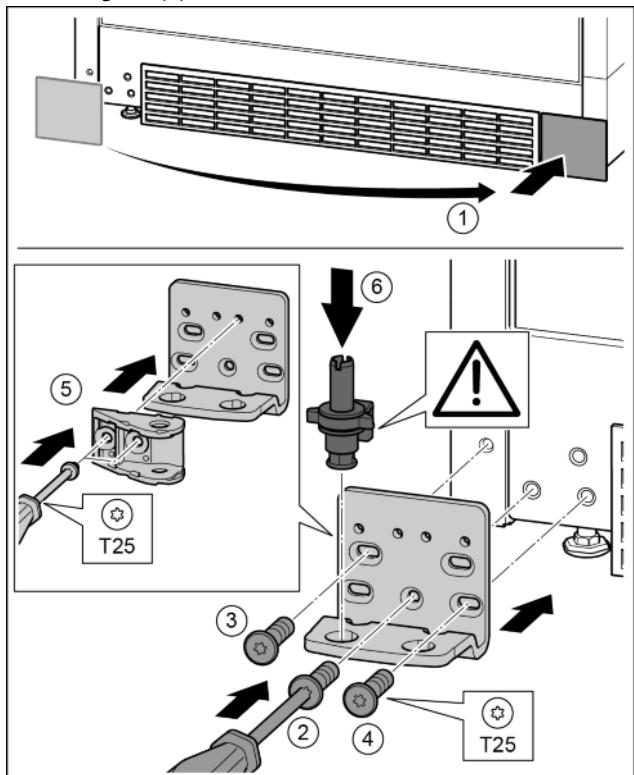

Fig. 31
- Снять крышку и поставить с другой стороны. Fig. 31 (1)
► Установить опорный кронштейн с другой стороны и прикрутить с помощью отвертки T25. Начинать с винта 2 в центре. Fig. 31 (2)
► Затянуть винты 3 и 4. Fig. 31 (3, 4)
► Повернуть соединительный элемент амортизатора закрывания дверей на 180°. Прикрутить с другой стороны опорного кронштейна с помощью отвертки T25. Fig. 31 (5)
► Снова установить опорный палец в сборе. При этом следить за тем, чтобы выступ фиксатора был направлен назад. Fig. 31 (6)